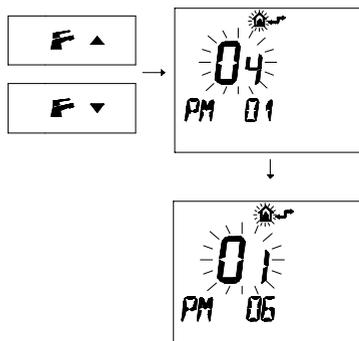

Figura 8.16
- Premere i pulsanti  e  per visualizzare la programmazione "PM06" Tipo gas secondo livello (Figura 8.16)